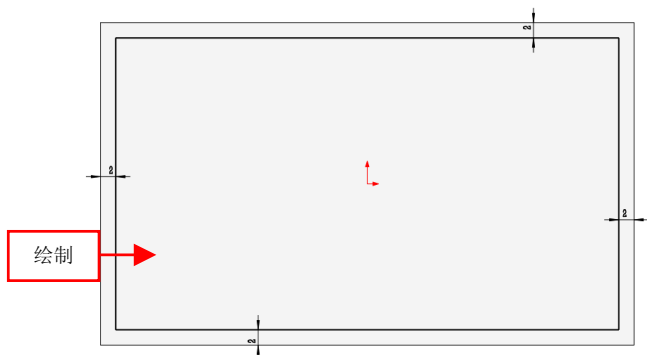

图 16-47 绘制草图对象
(5) 进入草图绘制环境，单击相应的按钮，绘制相应的草图对象，如图 16-47 所示。
(6) 退出草图绘制环境，弹出【切除-拉伸】属性管理器，设置【深